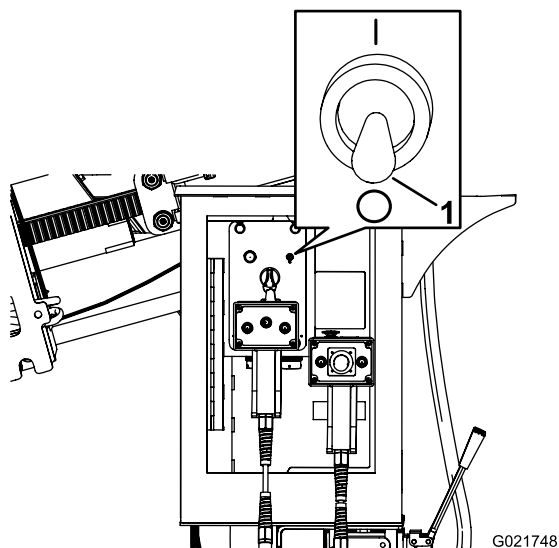

Bild 117
2. Achten Sie darauf, dass der Schalter des Sprühschlauchs in der AUS-Stellung ist (Bild 117).